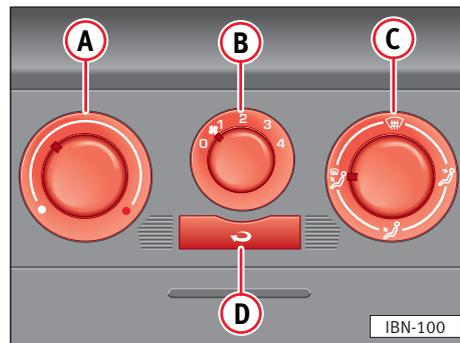

Fig. 87
- Girare la manopola **(C)** sulla zona tra la distribuzione d'aria  o  ⇒ **fig. 87**